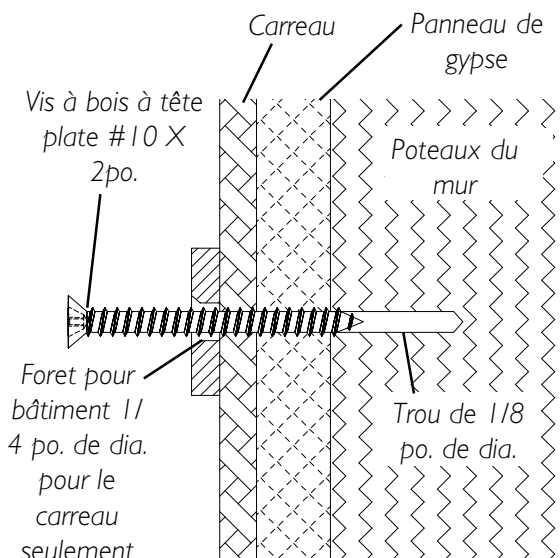

FIGURE 1 - INSTALLER LES BARRES MURALES
INSTALLING GRAB BARS (FIGURE 1)
Before installation, locate the wall studs behind the wall (a stud finder can be obtained from a hardware store). Standard measurement of wall studs is 16-inches between centers (FIGURE 1). As older homes do not always fall in line with current codes, locating the wall studs is imperative. Grab Bars can be installed vertically, horizontally or at an angle, but the screw holes of the grab bar **MUST** be aligned so at least two (2) of the three (3) mounting screws are secured into the wall studs.
INSTALLER LES BARRES MURALES (FIGURE 1)
Avant d'installer les barres murales, localiser les poteaux du mur (un détecteur peut être acheté chez un quincaillier). La distance standard entre les deux poteaux est de 16 po. (FIGURE 1). Puisque les maisons plus anciennes ne sont pas toujours conformes aux normes du bâtiment, il est essentiel de localiser les poteaux. Les barres murales peuvent être installées à l'horizontal, à l'verticale ou à angle, mais les orifices des vis de la barre murale **DOIVENT être alignés de façon à ce qu'au moins deux (2) des trois (3) vis de chaque extrémité de la barre murale soient fixées dans les poteaux du mur.**